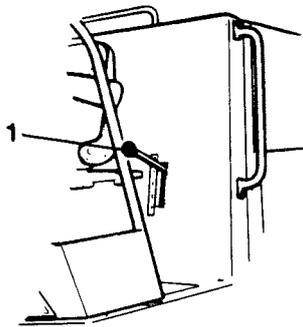

Fig. 8 Poste de conduite
- 1 Avec la tirette d'accélération (11) régler le régime du moteur diesel à 2400 tr/min. Le réglage de précision se fait en tournant comme suit:
- 3 Placer le levier de vitesse (1), fig. 8, en position désirée - voir la décalque.